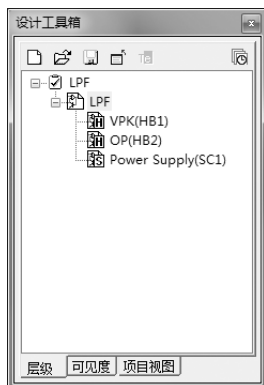

图 5-58 “设计工具箱”面板
1) 打开“设计工具箱”面板，选中设计文件，可以看到在面板上显示了该文件的信息，其中包括原理图的层次结构，如图 5-58 所示。